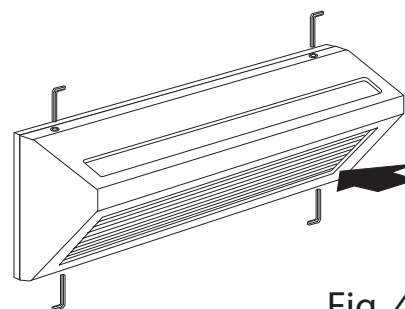

Fig. 4
- Reassemble the external housing tightening correctly the 4 screws situated on the edge (fig. 4).
- Rimontare il corpo esterno serrando correttamente le 4 viti situate sul bordo (fig. 4) .
- Remonter le corps extérieur en serrant correctement les 4 vis situées sur le bord (fig. 4) .
- Das äußere Gehäuse wieder aufsetzen und die 4 am Rand befindlichen Schrauben richtig festziehen (Abb. 4).
- Volver a montar el cuerpo exterior apretando correctamente los 4 tornillos situados en el borde (fig. 4).